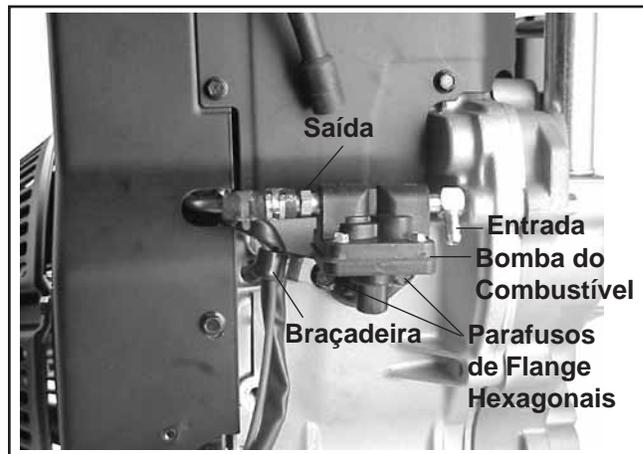

Figura 11-46. Instalar a Bomba de Combustível.
1. Instale a linha de borracha e as duas braçadeiras da mangueira na extremidade da bomba de combustível da linha de combustível metálica. Fixe a linha de combustível de borracha na linha de combustível metálica com um dos grampos. Consulte a Figura 11-46.